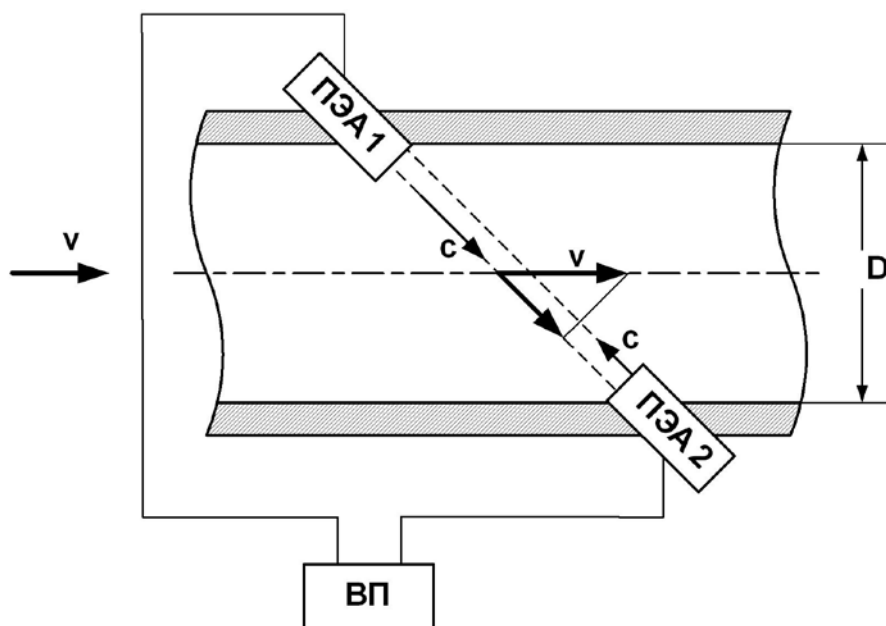

Рис. 1. Схема прохождения УЗС.
- 1.5.1.2. ПЭА устанавливаются в измерительный участок (ИУ) по диаметру (рис.1), образуя первичный преобразователь расхода (ПП).